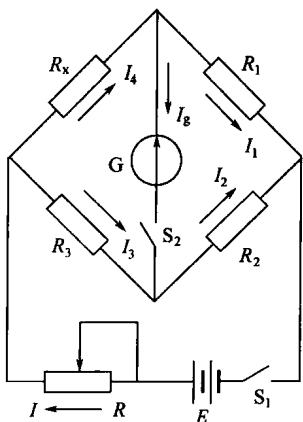

图 1-2 直流单臂电桥
直流单臂电桥的电原理图如图 1-2 所示。图中的 R_x 为被测电阻， R_1 、 R_2 和 R_3 为已知的标准电阻，使用时可以改变 R_1 、 R_2 和
① 使用直流单臂电桥测量电阻时, 当被测电阻小于 10Ω 时, 引线电阻和与电桥连接处的电阻都不能忽略。如果引线电阻和接触电阻比较大时就会使测量结果产生较大的误差, 因此对于直流单臂电桥一方面要规定它所能测量的最小电阻值, 另一方面还要求测量时尽可能减小引线电阻和接触电阻。
② 直流单臂电桥的平衡条件是检流计的电流 $I_g = 0$, 为了能准确地判断平衡, 应该采用高灵敏度的检流计。
③ 直流单臂电桥也可以运用于非平衡的状态, 从图 1-2 中可以看出, 当电压 E 及桥臂电阻 R_1 、 R_2 和 R_3 为定值时, R_x 和 I_g 成函数的关系。如果用可以读出电流数值的电流表作为检流计, 那么就可以从 I_g 的大小推算出 R_x 的数值。这种方法是电桥的不平衡使